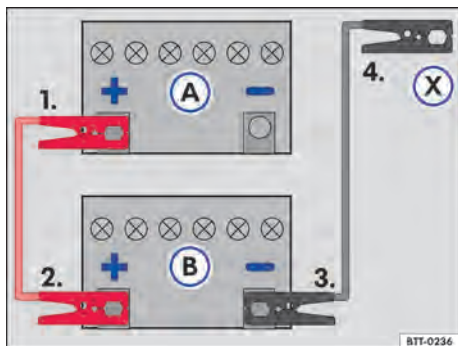

Fig. 157 Esquema para a conexão dos cabos auxiliares de partida: bateria do veículo descarregada (A) e bateria do veículo fornecedora de corrente (B).
Legenda para → Fig. 157:
Conectar o cabo auxiliar de partida somente na sequência 1 – 2 – 3 – 4 → Fig. 157.
- Conectar uma extremidade do cabo auxiliar de partida *vermelho* ao polo positivo (+) do veículo com a bateria do veículo descarregada → Fig. 157 (A) → ⚠.
- Conectar a outra extremidade do cabo auxiliar de partida *vermelho* ao polo positivo (+) do veículo fornecedor de corrente (B).
- Conectar uma extremidade do cabo auxiliar de partida *preto* ao polo negativo da bateria do veículo fornecedor de corrente (B).
- Conectar a outra extremidade do cabo auxiliar de partida *preto* (X) no veículo com a bateria descarregada no ponto de auxílio à partida (ponto de aterramento) ou em uma peça de metal parafusada firmemente no bloco do motor – porém não nas proximidades da bateria (A) → ⚠.